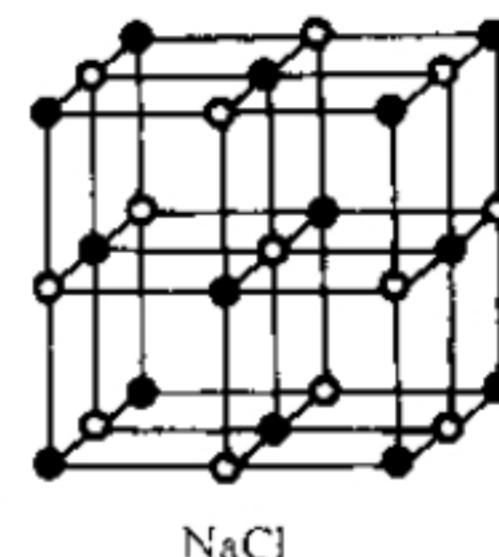

图 1-1 NaCl 结构
(1) 氯化钠的晶体结构如图 1-1 所示。由图可知,氧化镁的晶格常数